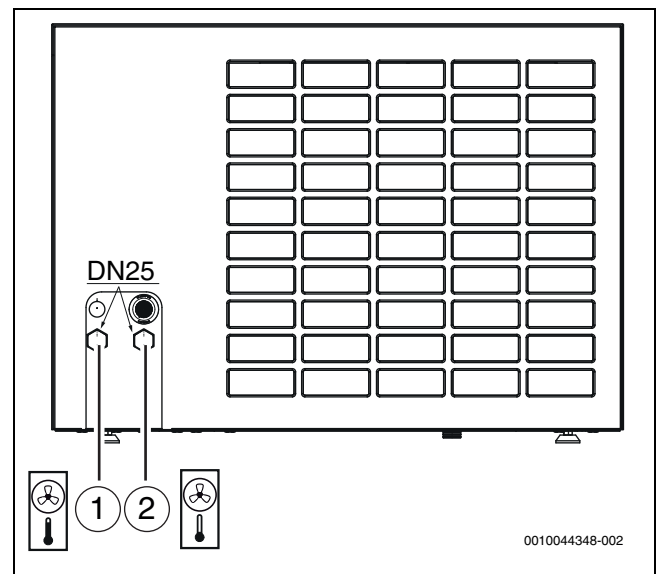

Fig. 30 Raccords de tuyaux du fluide caloporteur ; la description s'applique à toutes les tailles
- Raccorder la conduite de départ de l'unité intérieure à la sortie du fluide caloporteur (→ [1], fig. 30).
- Raccorder la conduite de retour de l'unité intérieure à l'entrée du fluide caloporteur (→ [2], fig. 30).